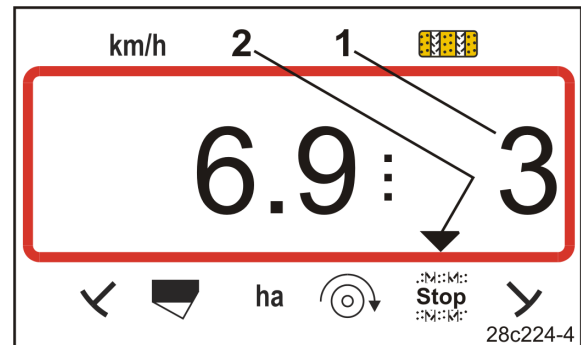

Fig. 33
- På displayet blinker tallet (Fig. 33/1) ud for køresporstælleren.
- Kontroltegnet (Fig. 33/2) markerer stoptegnet.